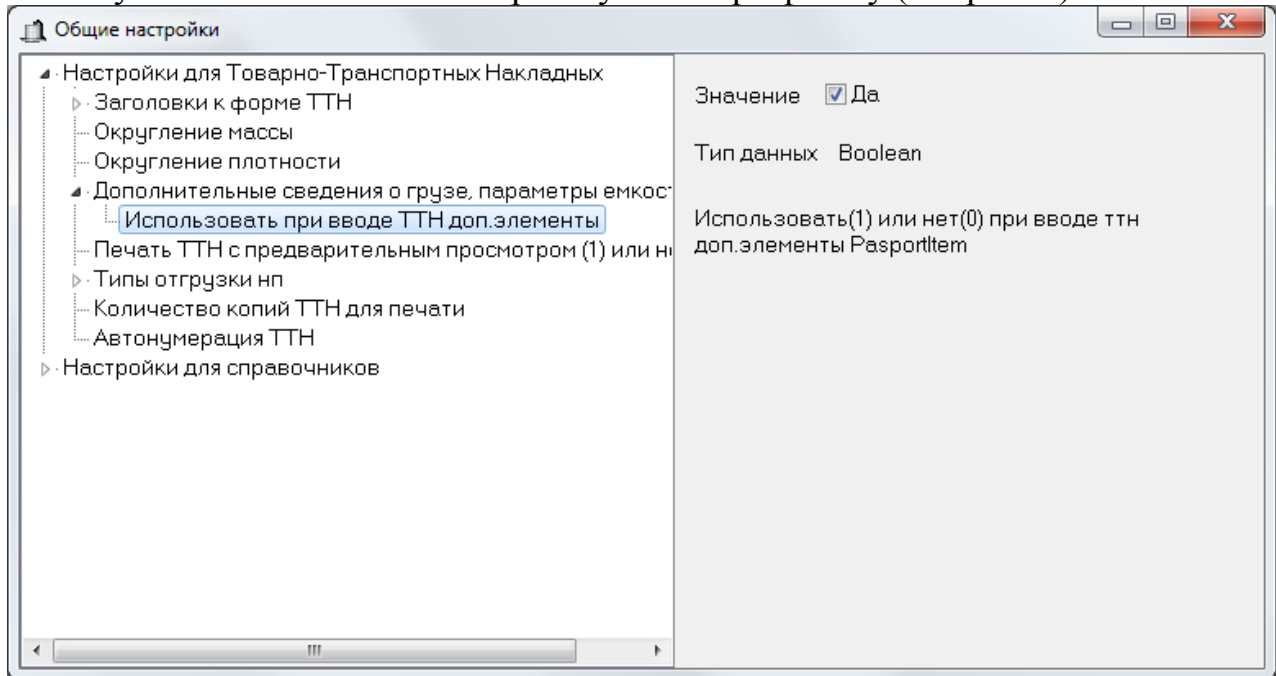

Рисунок 8. Настройки включения дополнительных элементов в «Задание налива»
3) выбрать «Использовать при вводе ТТН доп. элементы», поставить галочку в поле «Значение» и перезапустить программу (см. рис. 8).